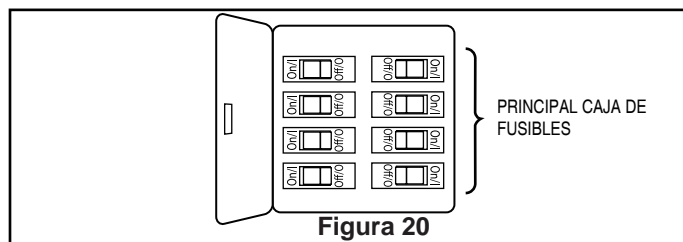

Figura 20
1. Vuelva a conectar la corriente eléctrica en la caja de distribución eléctrica mediante la conexión de la electricidad en la caja de fusibles principal. (Figura 20)